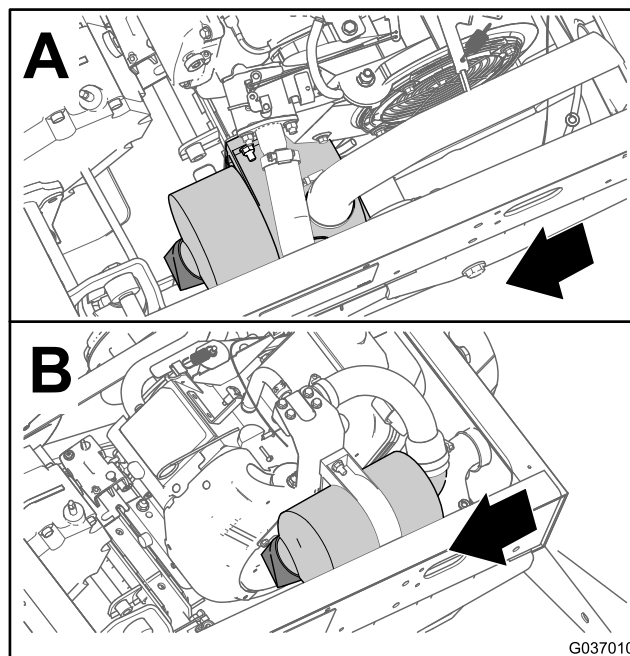
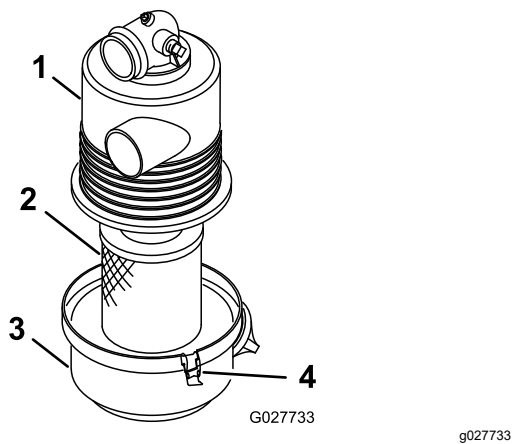

図 36
図 37
2. エアクリーナ本体にリーク原因となりそうな傷がないか点検する 図 36と 図 37。
- エアフィルタのカバーをエアフィルタのハウジングに固定しているラッチを外す 図 37。
- ボディーからカバーを外し、カバーの内部を清掃する 図 37。
- エアフィルタのハウジングにエレメントを取り付ける (図 37)。
- エアクリーナのカバーとハウジングを合わせる 図 37。
- カバーをハウジングにラッチで固定する (図 37)。